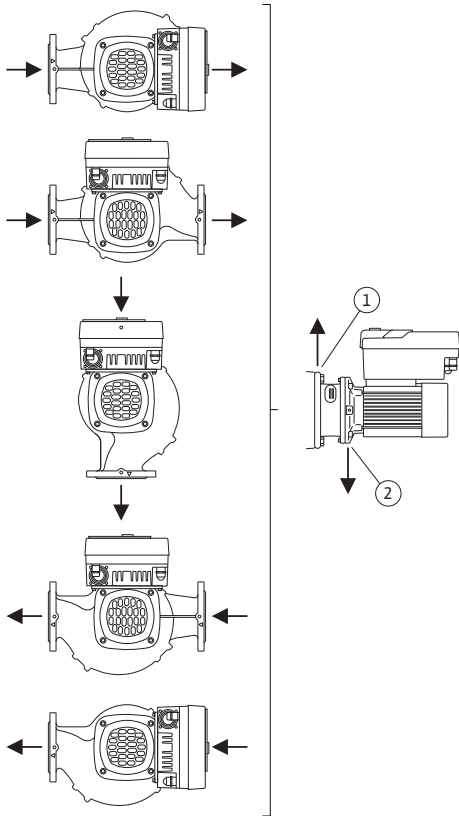

Fig. 17: Zulässige Einbaulagen mit horizontaler Welle
- Bei horizontaler Motorwelle ist die Lage der Kondensatbohrung nach unten erforderlich (Fig. 17, Pos. 2). Gegebenenfalls muss der Motor gedreht werden.